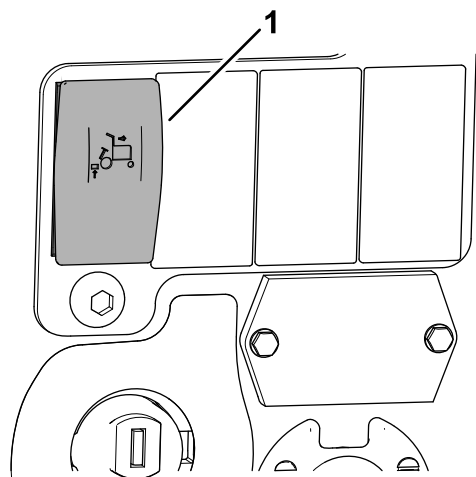

Figura 38
1. Apăsai comutatorul de ridicare cu limitare automată la mararier în poziția PORNIT (Figura 38).
4. Pentru a opri ridicarea cu limitare automată la mararier, apăsați comutatorul de ridicare cu limitare automată la mararier în poziția OPRIT (Figura 38).